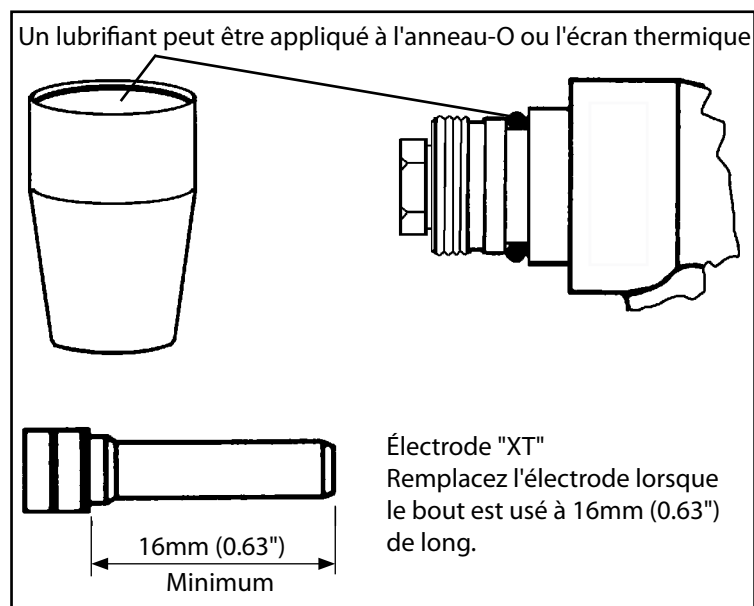

Figure 3-1
3. Discontinuez l'usage de la torche si l'électrode devient érodée à une profondeur de plus de 16mm (0.63 pouce) tel qu'illustré dans la Figure 3-1.
Appliquez une petite quantité de lubrifiant - 0558000443, fourni dans la trousse des pièces de rechange, à l'écran thermique ou l'anneau-O tel qu'indiqué dans la Figure 3-1. Vérifiez l'anneau-O pour tout signe de dommage à chaque fois que l'écran est enlevé. Remplacez si nécessaire. Le numéro de pièce de l'anneau-O est 0558000514.